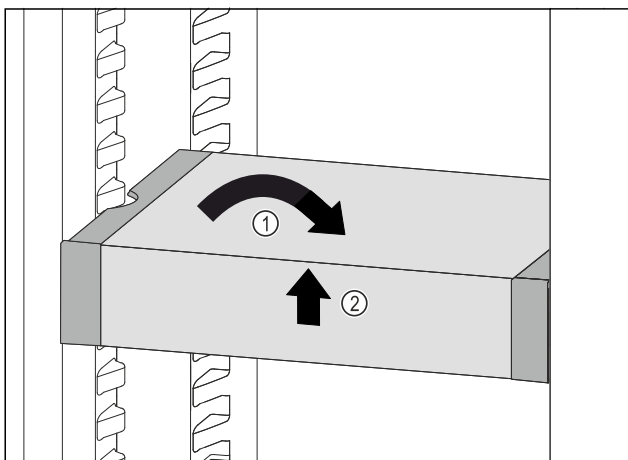

Fig. 176
- ▶ Вирівняти VarioSafe. Fig. 176 (1)
- ▶ Підняти VarioSafe спереду. Fig. 176 (2)